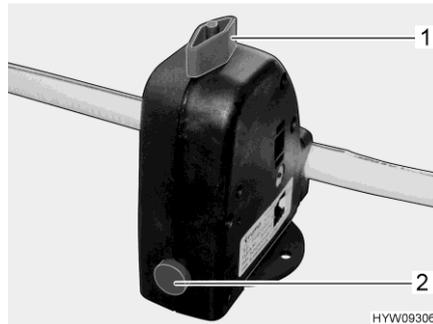

Fig. 58 Valvola di sicurezza/di scarico (boiler)
Il boiler è dotato di una valvola di sicurezza/di scarico (Fig. 58). La valvola di sicurezza/di scarico impedisce che l'acqua congeli nel boiler in presenza di basse temperature esterne, quando il riscaldamento non è acceso.
- Chiudere la valvola di sicurezza/di scarico. A tal fine ruotare la manopola (Fig. 58,1) verticalmente rispetto alla valvola di sicurezza/di scarico e premere verso l'interno il bottone automatico (Fig. 58,2).
- Aprire la valvola di sicurezza/di scarico. A tal fine ruotare la manopola (Fig. 58,1) nel senso della lunghezza della valvola di sicurezza/di scarico. Il bottone automatico (Fig. 58,2) scatta all'infuori. Il boiler viene svuotato verso l'esterno tramite la valvola di sicurezza/di scarico.